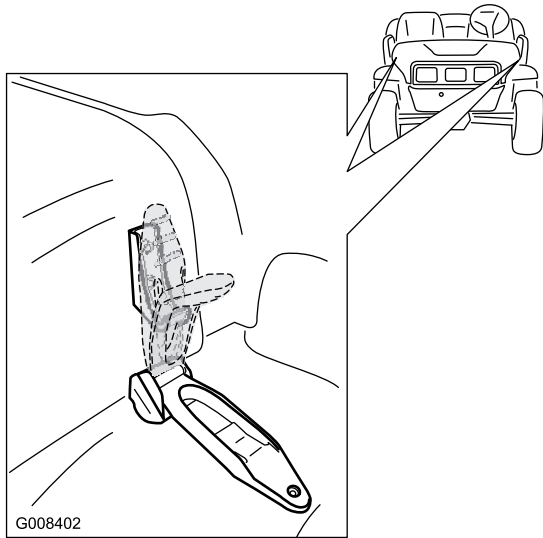

Figure 25
1. Desserrez les sangles en caoutchouc de chaque côté du capot (Figure 25).